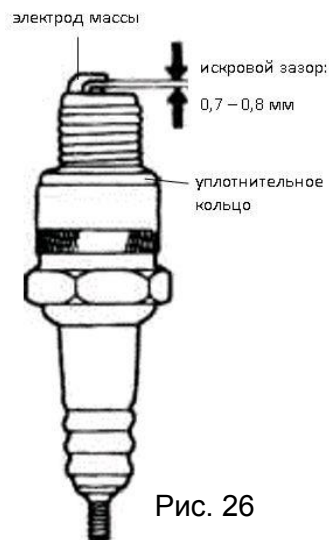

Рис. 26
5. Измерьте расстояние между электродами с помощью круглого щупа. (см. рис. 26) Расстояние между электродами: $0,70 \div 0,80$ мм. При необходимости подогните электрод массы до нужного расстояния.